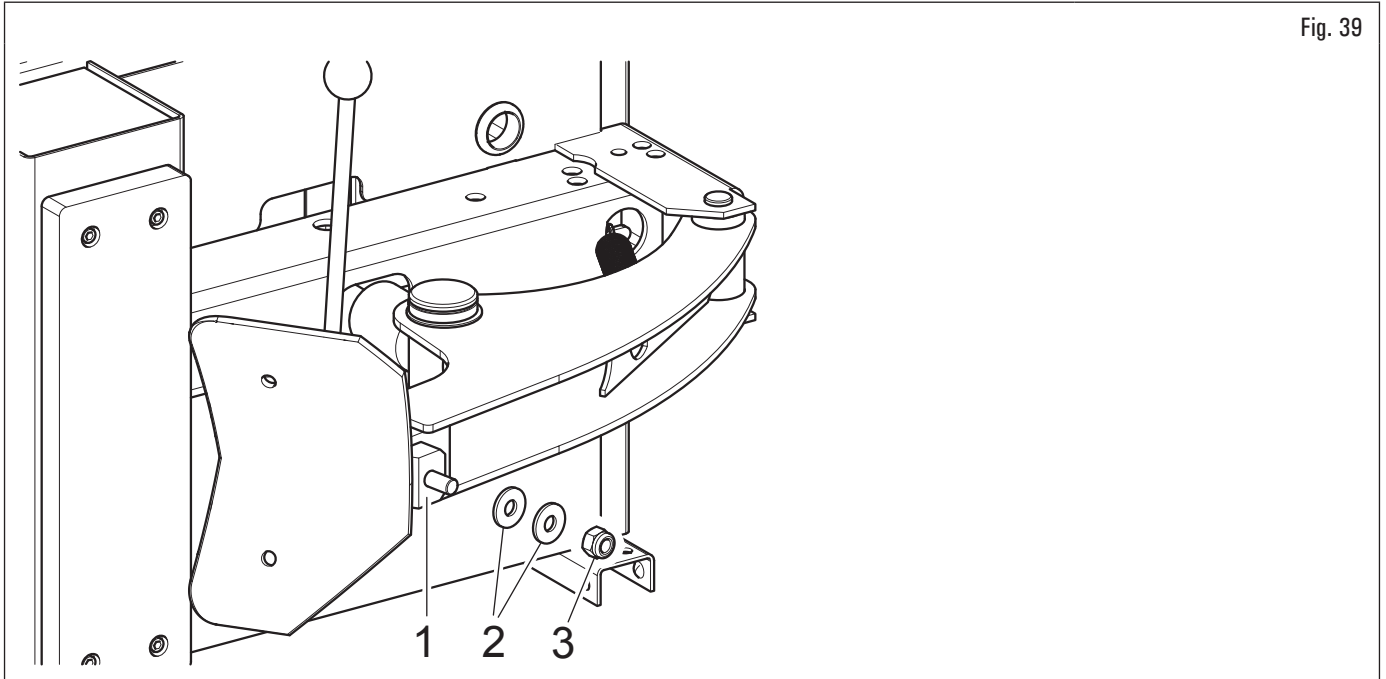

Fig. 39
Sujetar la paleta del brazo destalonador (Fig. 39 ref. 1) utilizando las arandelas (Fig. 39 ref. 2) y la tuerca (Fig. 39 ref. 3), entregados como adjuntos (tuerca y arandelas se encuentran enfajados en la paleta del destalonador).